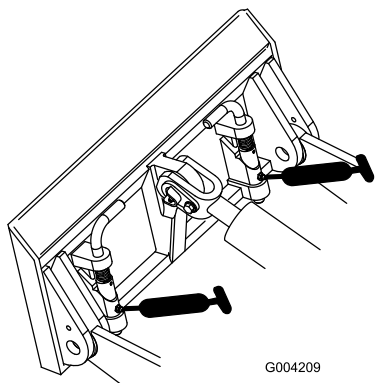

Figura 31
4. Conecte una pistola de engrasar a cada punto de engrase (Figura 30 y Figura 31).